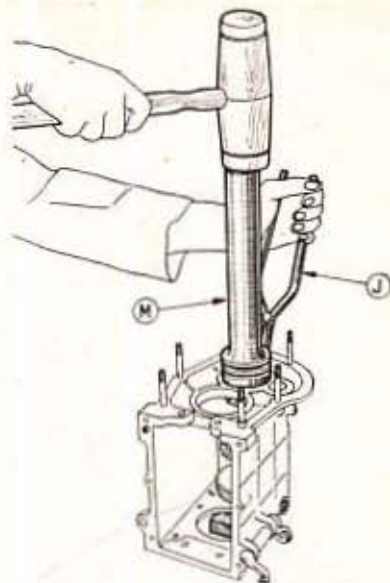

Fig. 73. — Mise en place du roulement AR d'arbre intermédiaire
- Avec la pince J dégager le jonc d'arrêt du roulement AR, et monter celui-ci la rainure vers l'extérieur, en le chassant à l'aide du corps d'extracteur M, la boîte debout, l'AV de l'arbre intermédiaire s'appuyant sur un tasseau en bois (fig. 73).